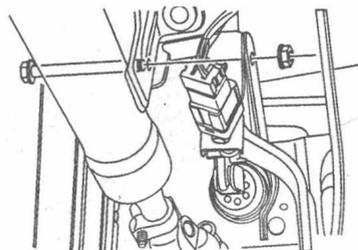
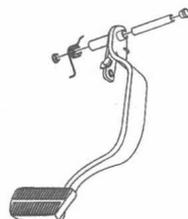

图 1-10 拆卸踏板安装轴和螺母
图 1-11 拆卸制动踏板盖板
- (4) 从推杆/制动踏板插头上断开卡环、销和弹簧。
- (5) 拆卸踏板安装轴和螺母，如图 1-10 所示。
- (6) 拆卸制动踏板，露出制动助力器推杆和踏板至仪表板的托架。
- (7) 拆卸制动踏板盖板，如图 1-11 所示。